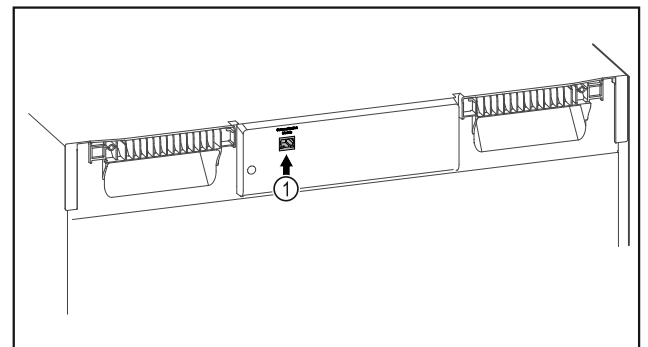

Fig. 97
- A SmartModule *Fig. 97 (1)* be van helyezve.